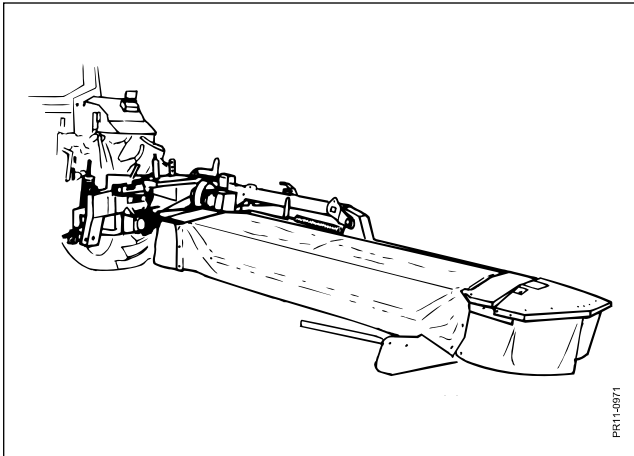

Fig. 3-1
- Fig. 3-1 1) Traktoren placeres umiddelbart foran maskinens trepunktsophæng.